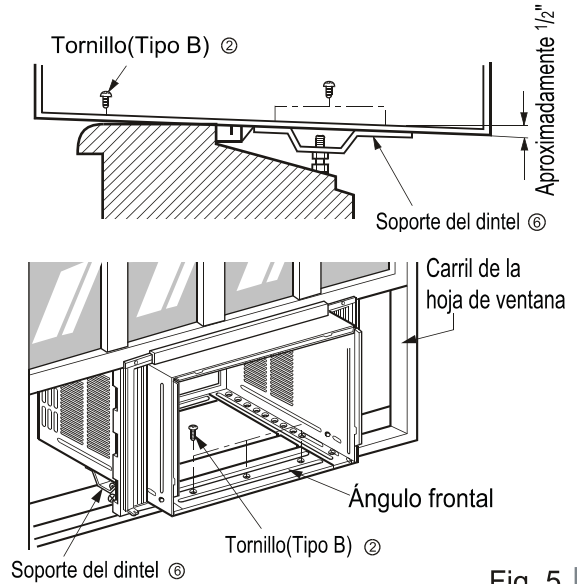

Fig. 5
5. Introduzca las guías de los marcos ① en la parte inferior de la carcasa con la parte delantera de la guía del marco enfocada hacia la parte delantera de la carcasa. FIG.5
6. Inserte el marco de la cortina en la guía superior las guías del marco FIG.5
6. El gabinete debe ser instalado con una ligera inclinación (aproximadamente 1/2") de modo que el lado externo quede hacia abajo (ver Fig. 5) Ajuste el perno y la tuerca del soporte al dintel ⑥ para equilibrar el gabinete.
7. Agregue el gabinete al asiento de la ventana colocando los tornillos ② (Tipo B : Largo 16mm 5/8 - pulgadas - abajo.) a través del ángulo frontal en el asiento de la ventana.
8. Tire cada marco de la cortina ⑤ completamente para cada carril de hoja de ventana y repita el paso 2.
9. Agregue cada marco de la cortina ⑤ de la hoja de la ventana usando tornillos ③ (Tipo C)